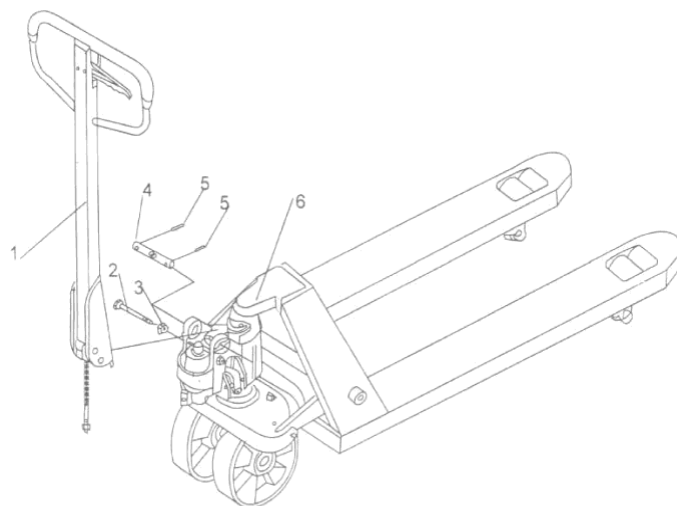

Bild 5 Montering av styrspak
- c) Tryck ner styrarmen; ta bort stiftet (2, bild 5).
- d) Ställ reglagespaken på handtaget till "RAISE"-(HÖJ) läget, höj sedan spakplattan med stiftet (2, Bild 5) och sätt in justerbulten i det främre spåret på spakplattan. Notera: Håll justermuttern under spakplattan.
- e) Använd en hammare för att föra in den andra tappen (5, bild 5) i det andra hålet på axeln. Dragstången är nu monterad på pumpen.